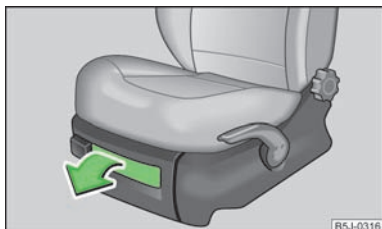

Fig. 68
- Tirer sur la poignée pour ouvrir le volet » fig. 68.